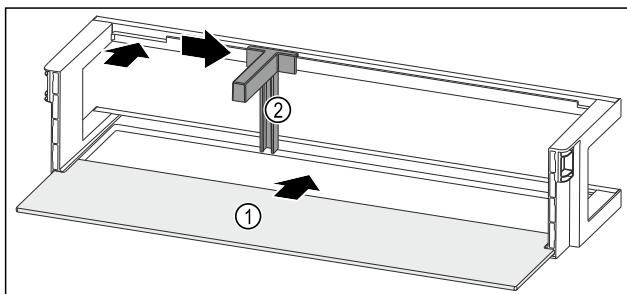

Fig. 53 Дверная полка со съемной полкой
- ▶ Вдвиньте съемную полку Fig. 53 (1) в боковые пазы.
- ▶ Установите держатель для бутылок Fig. 53 (2) в выемку.
- ▶ Сместите держатель для бутылок Fig. 53 (2) в нужное положение в сторону.